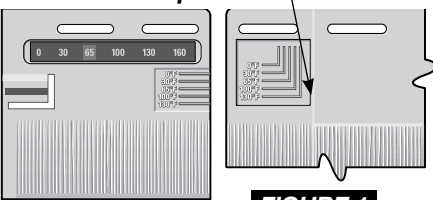

FIGURE 1
le coin supérieur gauche (figure 1).
4) Installez le panneau suivant en le plaçant sous la bande de départ et contre le premier panneau. Poussez-le vers l'intérieur et vers le haut pour loger le panneau dans la bande de départ et dans les onglets latéraux du premier panneau, comme illustré à la figure 5. Espacez le second panneau en fonction de la température à l'aide des lignes de repère de la température du panneau (figure 1).